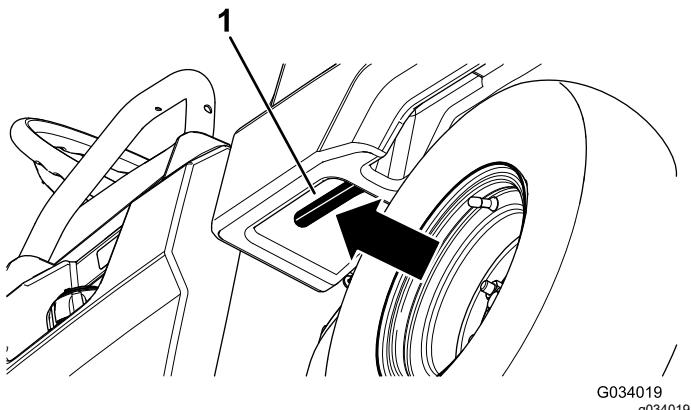

Figura 10
2. Tire de la palanca situada a la izquierda, dentro de la plataforma de carga, y eleve la plataforma de carga (Figura 10).